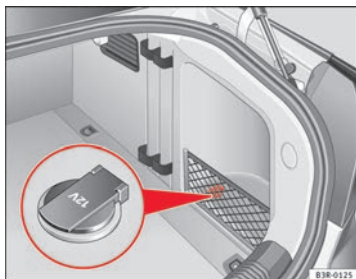

Fig. 127 Vue partielle du revêtement latéral du coffre à bagages : prise de courant de 12 volts
- Levez le cache de la prise de courant ⇒ fig. 127.